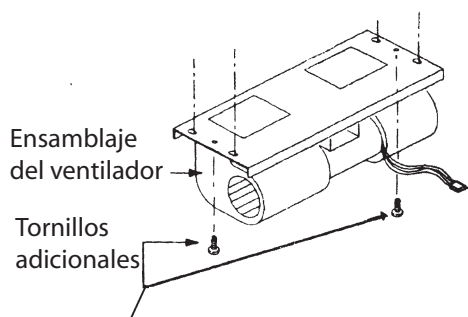

Figura 16: Fijación de tornillos adicionales
4. Fije (2) dos tornillos adicionales, como se ilustra en la Figura 16.
Asegúrese de que los dos tornillos adicionales de la Figura 16 estén adecuadamente instalados y apretados antes de seguir.